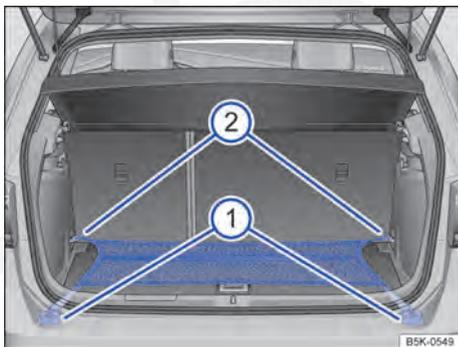

Fig. 98 No compartimento de bagagem: rede para bagagem presa de forma plana.
- Se for o caso, rebater o olhal de amarração dianteiro para fora ⇒ Fig. 98 ②.
- Prender os ganchos da rede para bagagem nos olhais de amarração ② ⇒ . O zíper da rede para bagagem deve estar voltado para cima.
- Suspender o gancho da rede para bagagem nos olhais de amarração ①.